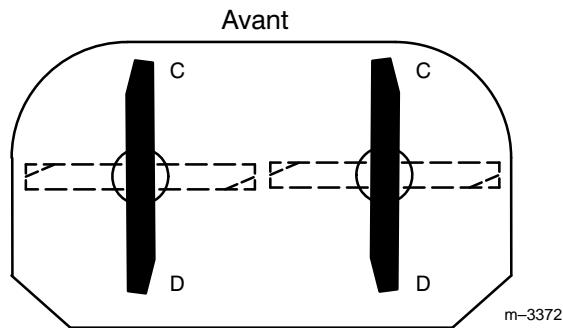
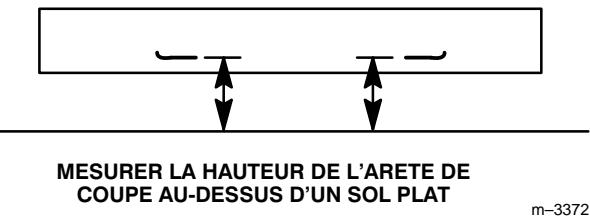

Figure 63
Figure 64
2. Orienter les lames dans la direction avant/arrière (Fig. 63). Mesurer en "C" et en "D" (Fig. 63) la hauteur de l'arête de coupe au-dessus du sol plat (Fig. 64).